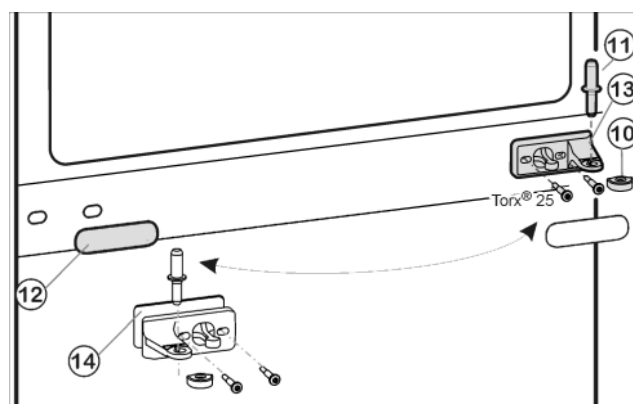

Fig. 9
- Вытащите из опорного кронштейна и нижней дверцы средний опорный палец Fig. 9 (11).
- Снимите пластмассовый колпачок Fig. 9 (10).
- Открутите средний опорный кронштейн Fig. 9 (13) (2 шт. Torx® 25).
- Осторожно снимите накладку Fig. 9 (12).
- Прикрутите средний опорный кронштейн Fig. 9 (13) с подкладкой Fig. 9 (14) с поворотом на 180° на новую сторону шарнира (с моментом 4 Нм).
- Защелкните накладку Fig. 9 (12), повернув на 180°, на стороне, где теперь будет ручка.
- ▶ Снова наденьте пластмассовый колпачок Fig. 9 (10) на средний опорный кронштейн Fig. 9 (13).
- ▶ Вставьте средний опорный палец Fig. 9 (11) на новой стороне шарнира через средний опорный кронштейн Fig. 9 (13) в нижнюю дверцу.